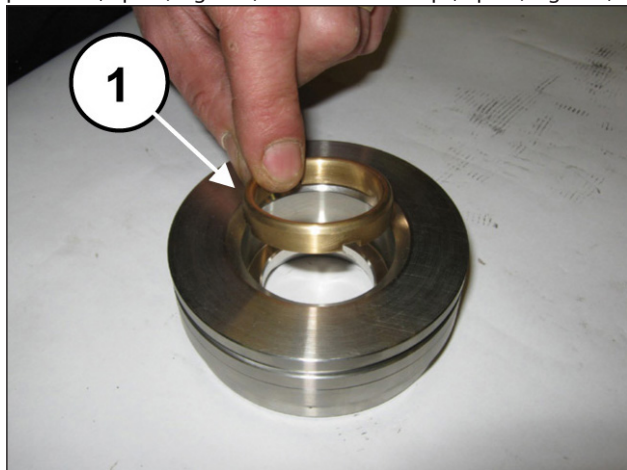
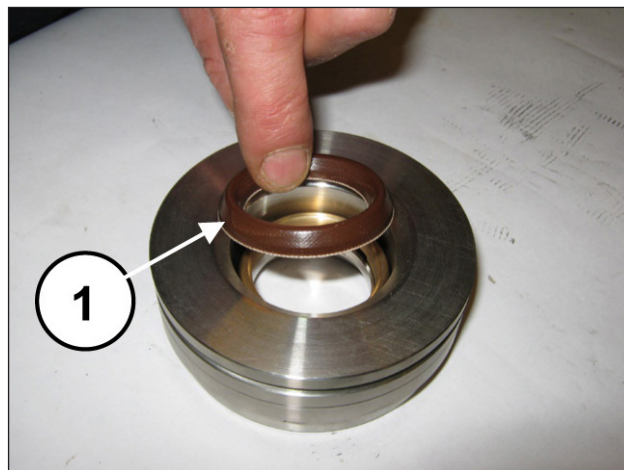
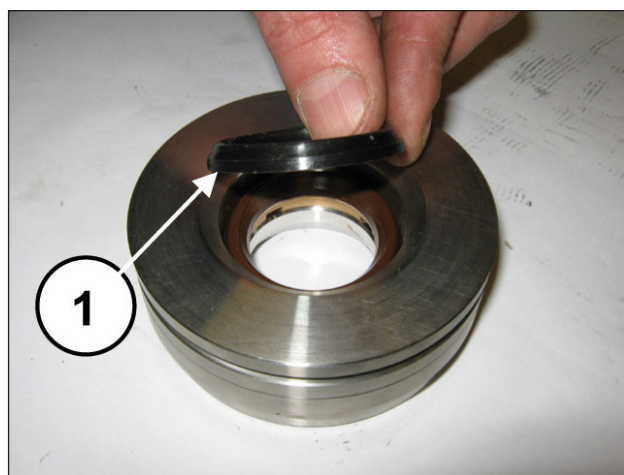

Fig. 182
Fig. 183
Fig. 184
Monter la bague de tête (rep. ①, Fig. 182), le joint haute pression (rep. ①, Fig. 183) et l'anneau restop (rep. ①, Fig. 184).